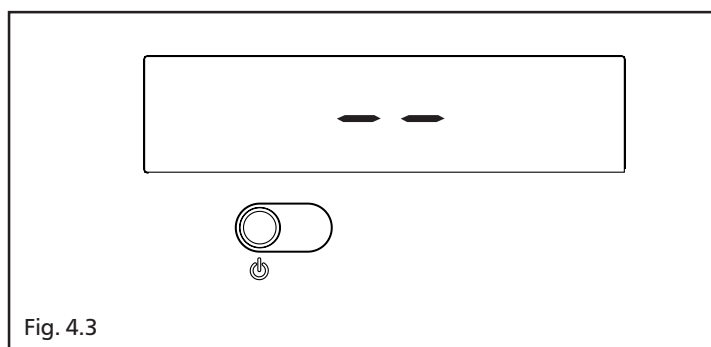

Fig. 4.3
- ⚠ La caldaia si riaccende nello stato in cui si trovava prima dello spegnimento: se la caldaia si trovava in inverno quando è stata spenta, si riaccenderà in inverno; se si trovava in stato OFF, il display visualizzerà nella zona centrale due segmenti (fig. 4.3). Premere il tasto  per attivare il funzionamento.